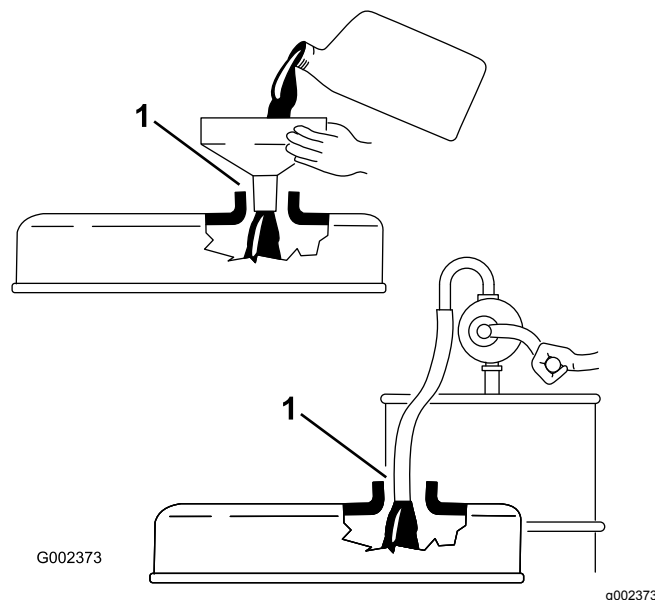

Figure 24
**Important:** Prenez soin de retirer la jauge lorsque vous faites le plein d'huile moteur. Lorsque vous faites l'appoint ou le plein d'huile moteur, il est **indispensable** de maintenir un espace entre le dispositif de remplissage et le trou de remplissage d'huile dans le couvre-culasse, comme montré à la Figure 24. Cet espace est nécessaire pour assurer l'aération pendant le remplissage et empêcher l'huile de déborder dans le reniflard.